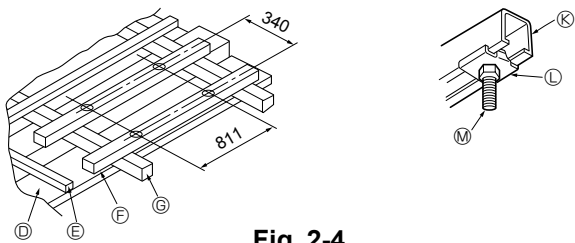

Fig. 2-4
- 1 Per strutture di legno (Fig. 2-4)